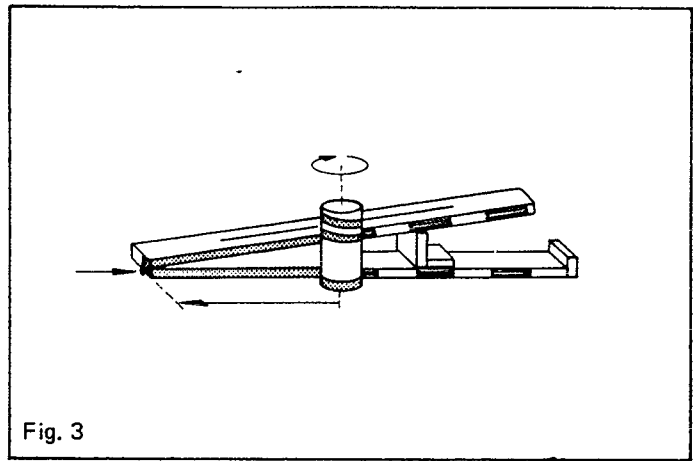

Fig. 3
3.2 Beziehung zwischen Schraube und Schiefer Ebene (Fig. 3)